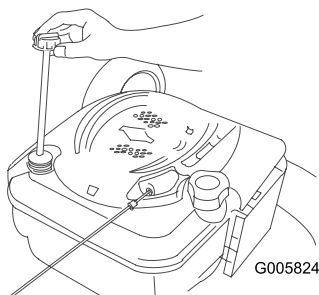

Figura 39
1. Togliete l'asta di livello (Figura 39).
3. Versate **lentamente** l'olio nel tubo di riempimento finché non raggiunge il segno di pieno sull'asta (Figura 39). **Non riempite troppo.** (Riempimento massimo: 0,59 litri, tipo: olio detergente SAE 30W con service classification API SF, SG, SH, SJ, SL o superiore.)